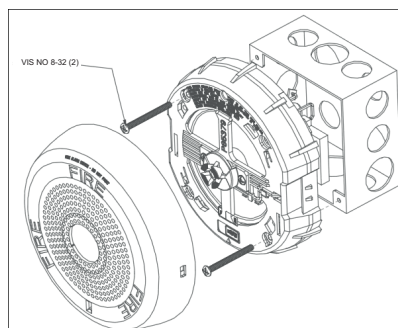

Figure 7 : Haut-parleur ou haut-parleur à stroboscope avec boîte d'encastrement de 10 cm (4 po)
**NOTE :** La boîte d'encastrement de surface (LSPKBBxC) illustrée à la Figure 7 est compatible avec la boîte Wiremold et le conduit. Les orifices de montage sont pour un groupe unique, à un double groupe et de vis n° 10 pour montage avec goujon. Si un conduit métallique est installé sur les entrées de conduit inférieure et supérieure, un fil isolé de mise à la terre (18 AWG, fourni) doit être connecté entre les plaques supérieure et inférieure à l'aide de vis autotaraudeuses taillant le filet (fournies) pour assurer la continuité électrique conformément à la norme UL 50.
7. Tous les modèles peuvent être encastrés dans le mur dans un carré de 10 cm et à une profondeur de 5,4 cm, voir la Figure 7.
**AVERTISSEMENT :** Il existe une faible possibilité que, dans certaines circonstances, l'utilisation de plusieurs stroboscopes dans le champ visuel d'une personne puisse induire une réponse photosensible chez les personnes atteintes d'épilepsie. Les réflexions stroboscopiques dans une surface de verre ou dans un miroir peuvent également induire une telle réponse. Pour réduire au minimum ce risque, Cooper Wheelock recommande fortement que les stroboscopes installés ne présentent pas de taux de clignotement composite dans le champ visuel qui dépasse cinq (5) hz à la tension de fonctionnement des stroboscopes. Cooper Wheelock recommande également fortement que l'intensité et la vitesse du taux de clignotement composite des stroboscopes installés soient conformes aux niveaux établis par les lois, les normes, les règlements, les codes et les lignes directrices.